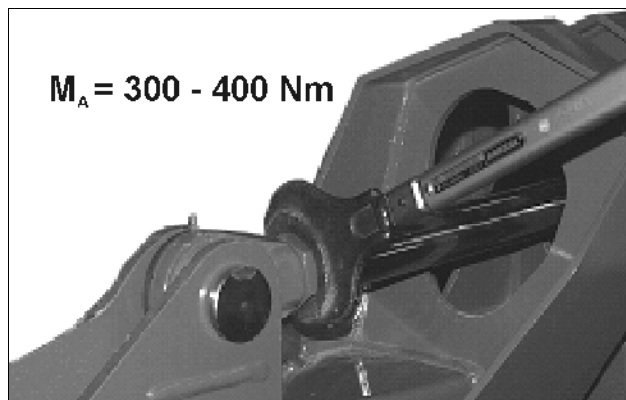

Fig. 28
- Åtdragningsmoment 300 – 400 Nm (Fig. 28)